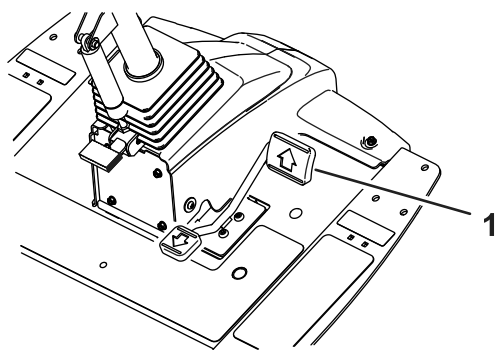
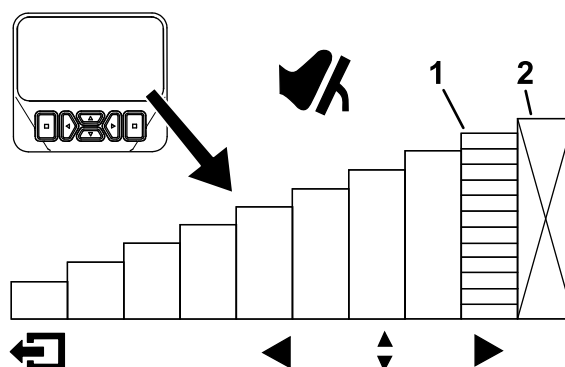

Рисунок 28
Рисунок 29
Чтобы временно установить максимальную скорость машины, нажмите педаль хода вперед до упора (Рисунок 28). Вы можете установить отдельную скорость для диапазонов скашивания и транспортировки (Рисунок 29).
- Для перехода к этой функции нажмите кнопку навигации вверх или вниз на главном экране (Рисунок 29).